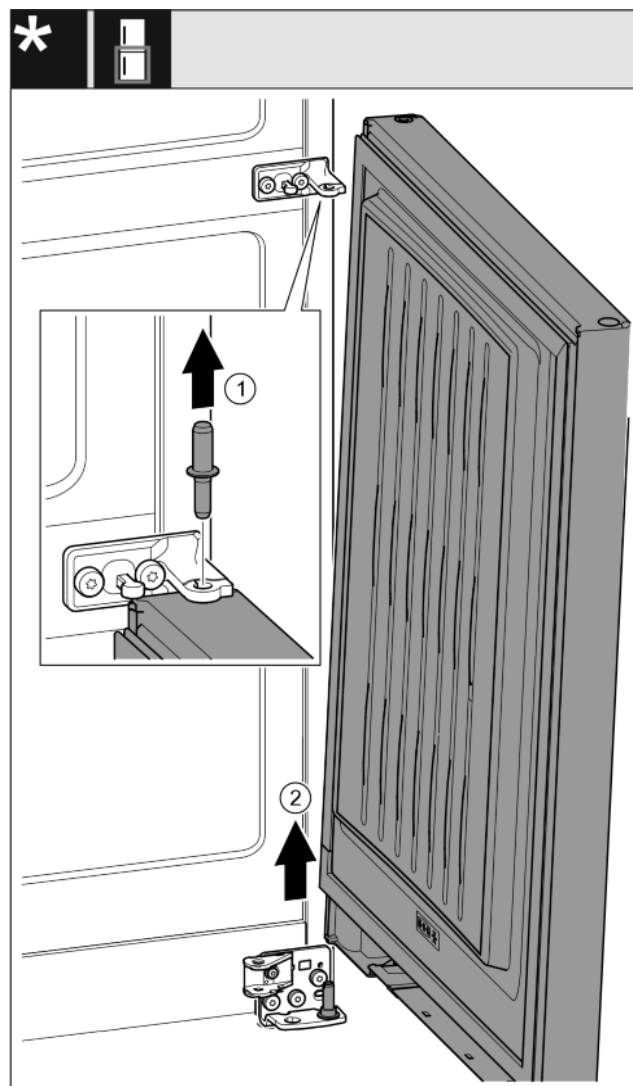

Fig. 19\*
- ▶ Estrarre il perno verso l'alto.\* Fig. 19 (1)
- ▶ Aprire la porta, estrarla verso l'alto e metterla da parte.\* Fig. 19 (2)